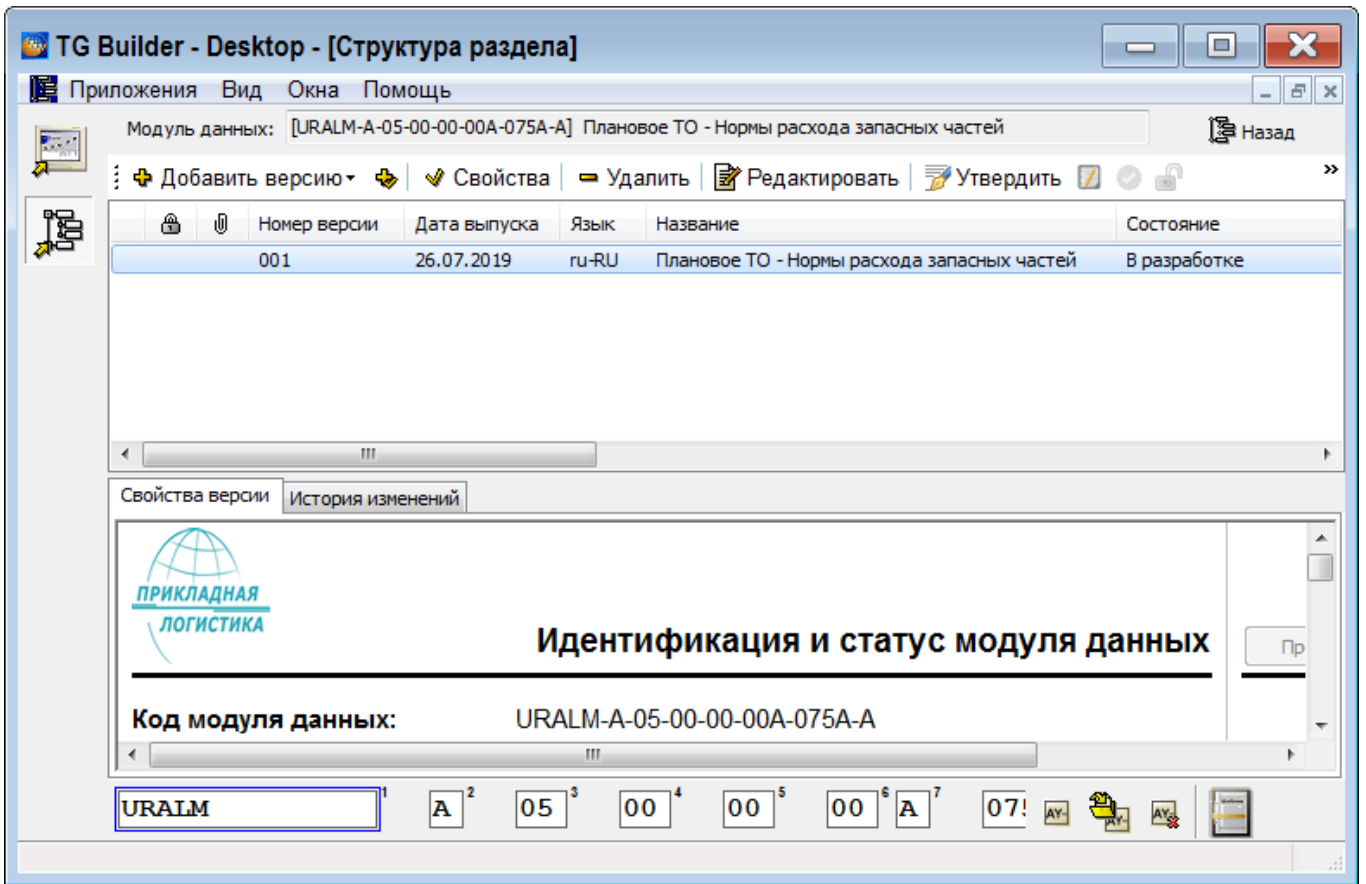

Рисунок 635
- 3) При необходимости введите причину добавления новой версии и отредактируйте параметры версии МД, присвоенные по умолчанию (рисунок 635).